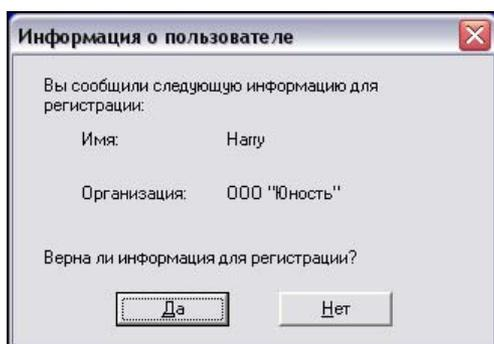

Рис. 1.4. Подтверждение информации о пользователе
7. На следующем этапе установки можно подтвердить либо отменить введенные данные о пользователе (рис. 1.4). Если все верно, нажимаем кнопку Да.